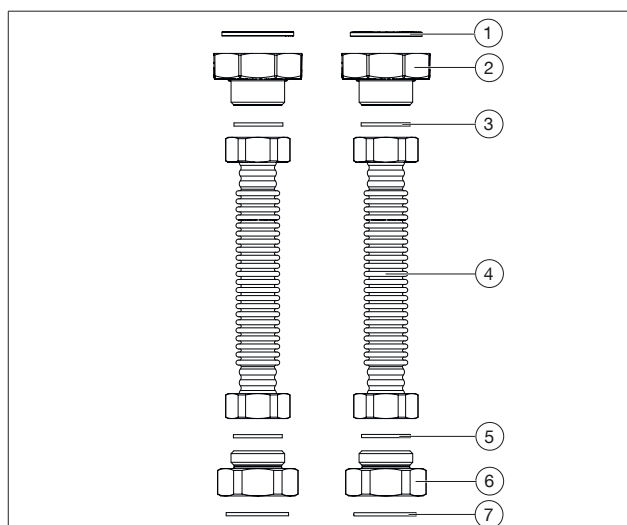
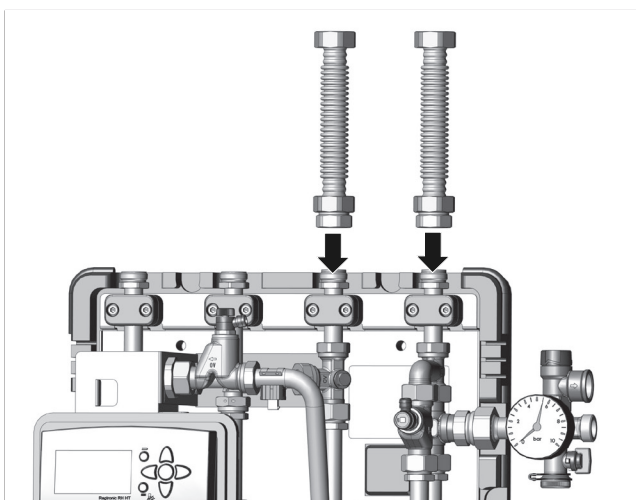

Fig. 36: Structura setului de racordare
Fig. 37: Însurubarea țevelor de racordare (racordare din partea de sus)
(1)	Garnitură (Ø 44,5 mm)
(2)	Racord de trecere de la F1 la F½; racordare la grupul de pompare (cuplu 25 Nm; cheie mărimea 54)
(3)	Garnitură (Ø 30,3 mm)
(4)	Țeavă flexibilă din inox; 150 mm (cuplu 45 Nm; cheie mărimea 37)
(5)	Garnitură (Ø 30,3 mm)
(6)	Piesă de trecere de la F¾ la F1; racordare la modulul termic (cuplu 45 Nm; cheie mărimea 32)
(7)	Garnitură (Ø 24 mm)
- Introduceți garniturile (vezi fig. 36 de la pag. 27 (7)) în racordurile de trecere (6).
- Înșurubați manual racordurile de trecere (6) la modulul termic.
- Introduceți garniturile (3) între racordurile de trecere (2) și țevile flexibile din inox (4) și strângeți manual componentele.
- Înșurubați manual țevile flexibile din inox (4) la racordurile de trecere (6). Vezi fig. 37 de la pag. 28.
- Strângeți bine toate racordurile (cuplurile care trebuie aplicate în fiecare caz se găsesc în legenda din fig. 36, pag. 27).